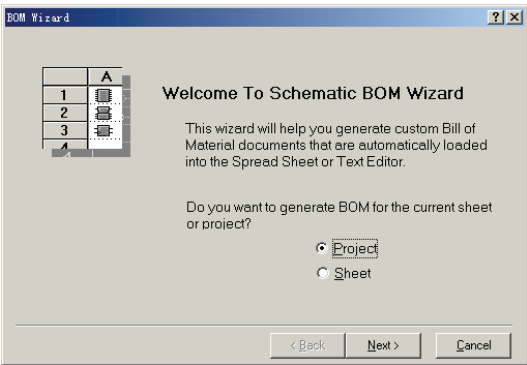

图 3-106 “BOM Wizard”对话框
1) 打开原理图文件，选择“Report”→“Bill of Material”命令，弹出如图 3-106 所示的“BOM Wizard”对话框，可以选择是产生整个项目（Project）的元器件材料表，还是产生当前原理图（Sheet）的元器件材料表。